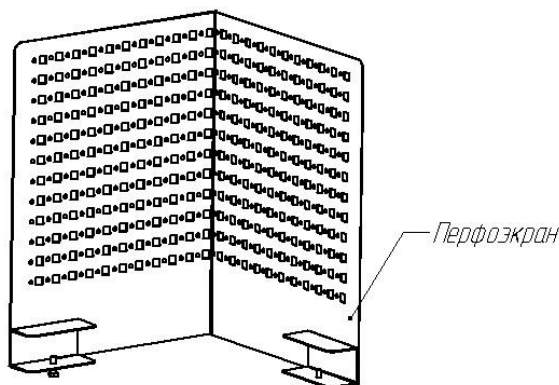

Рис.8
5.4 Крепление защитного экрана (см. рис. 8) на столешницу.